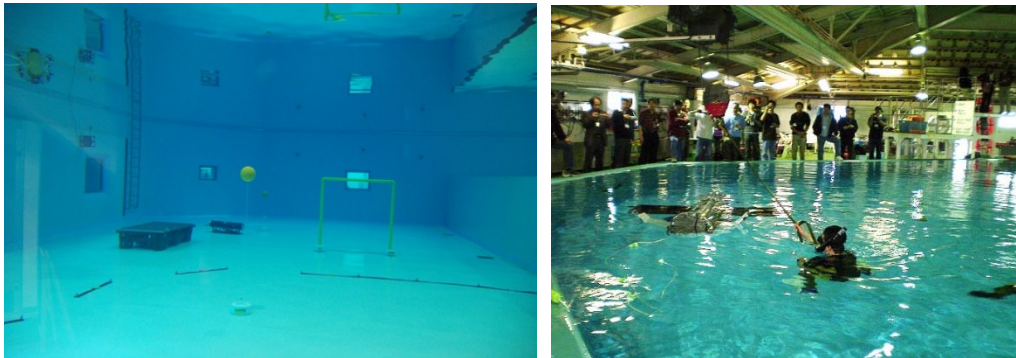

図1 プールの様子（2009 年度大会より）
- ・競技会場となるプールの写真と平面図をそれぞれ図 1, 2 に示します。プール中央部を境に、水深 1.5m の領域と水深 3m の領域に分かれます。トーナメント競技においてはコースとスタート地点が決まっていますが、フリー演技においては特に制限はありません。